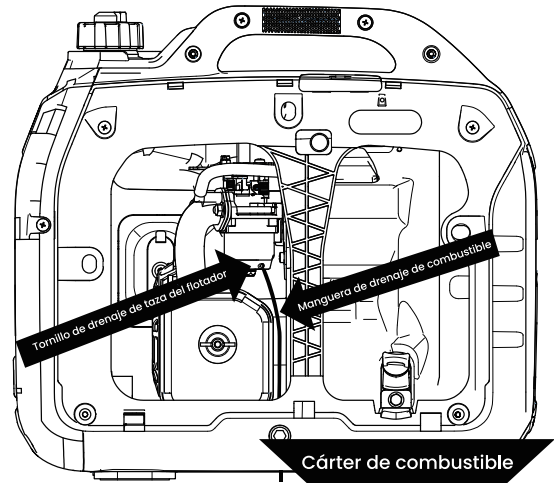

Figura 16: Manguera de drenaje de combustible
2. Localice la manguera de plástico transparente del flotador que sale por el fondo del inversor, y ponga un recipiente adecuado debajo para recoger el combustible drenado (consulte la Figura 16).